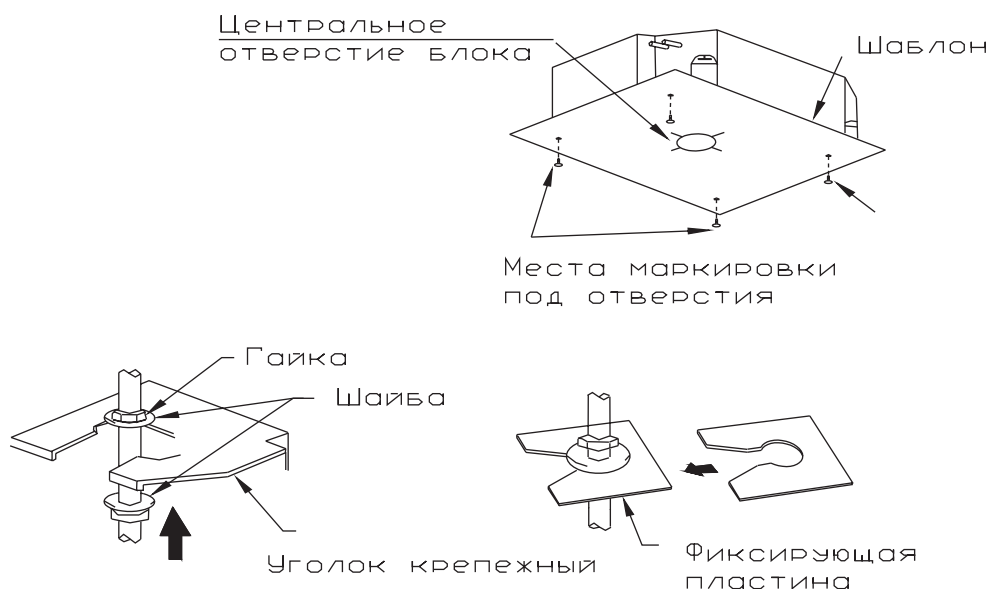

Рис. 10.19 — Нанесение разметки на шаблоне и фиксация блока при установке
10.4.11 Порядок установки блока (см. рис. 10.19).